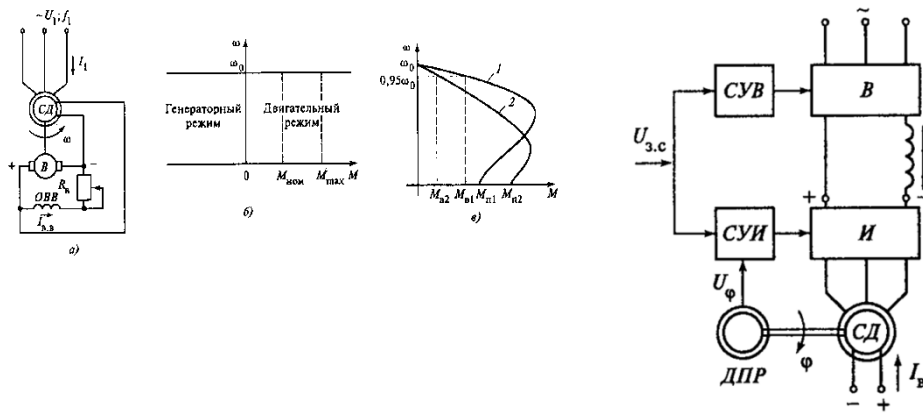

Рис. 1
1. Указать элементы электрической принципиальной схемы (для одной из предложенных схем), объяснить процесс пуска электродвигателя; возможности регулирования частоты вращения; способы электрического торможения, примененные в схеме; виды защит и способы реализации данных защит в схеме; особенности работы данного электропривода. Схемы показаны на рис. 1.